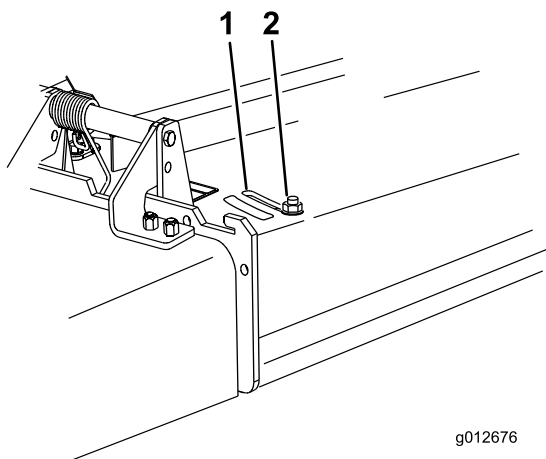

Figura 14
- Per regolare il deflettore, allentate il dado (Figura 14).